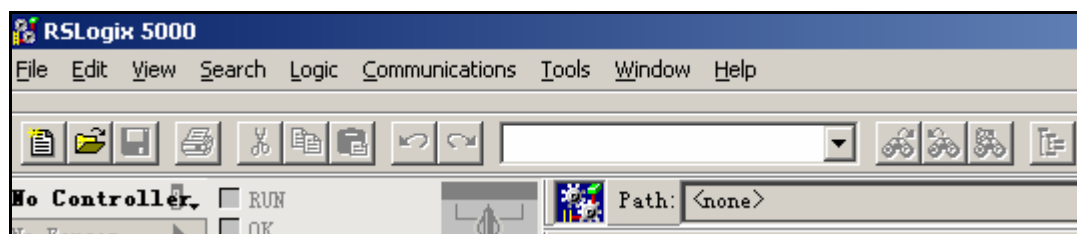

图 4-75 RSLogix5000 启动界面
5. 单击 *Start->Program->Rockwell Software->RSLogix 5000 Enterprise Series->RSLogix 5000* , 启动 RSLogix5000 , 如图 4-75 所示。